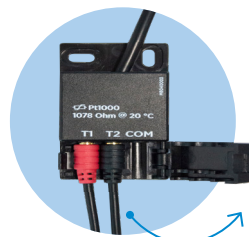

Fig. 6. Borne de connexion pour les capteurs T1 et T2.
- Connectez-les ensuite à la borne de connexion incluse dans le kit, conformément à la Fig. 6.